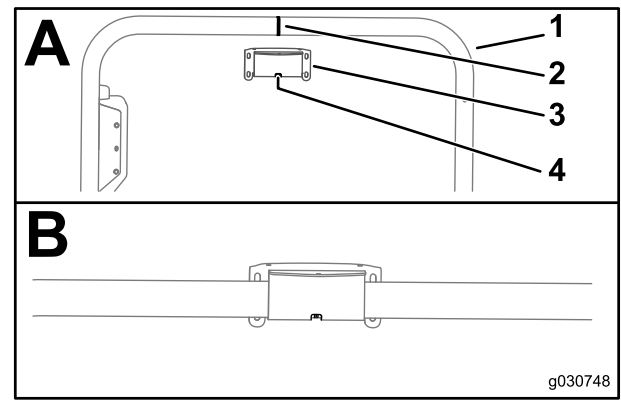

Figura 142
1. Alinhe a ranhura que se encontra no centro da montagem do recetor com o sulco de soldadura na linha central do tubo ROPS (Figura 142).